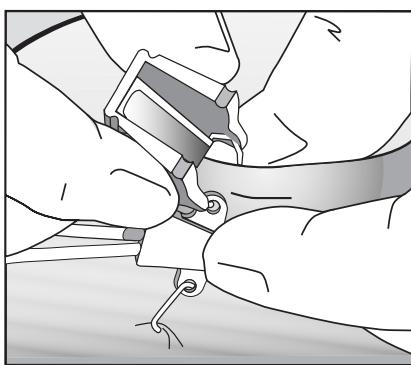

Figure 1
- Passer l'extrémité de l'agrafe par l'œil au niveau de l'embase de suture du cathéter (consulter la figure 1).